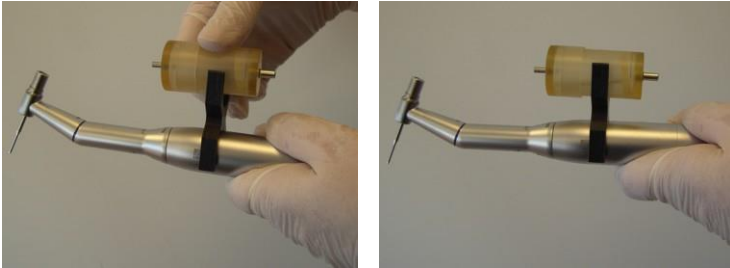

Figure 3-56. Fixation du collecteur de greffons à la pince de la pièce à main
- Fixez le collecteur de greffons à la pince (sur la pièce à main), avec la face côté Greffon orientée vers la tête de la pièce à main, comme illustré à la Figure 3-56.